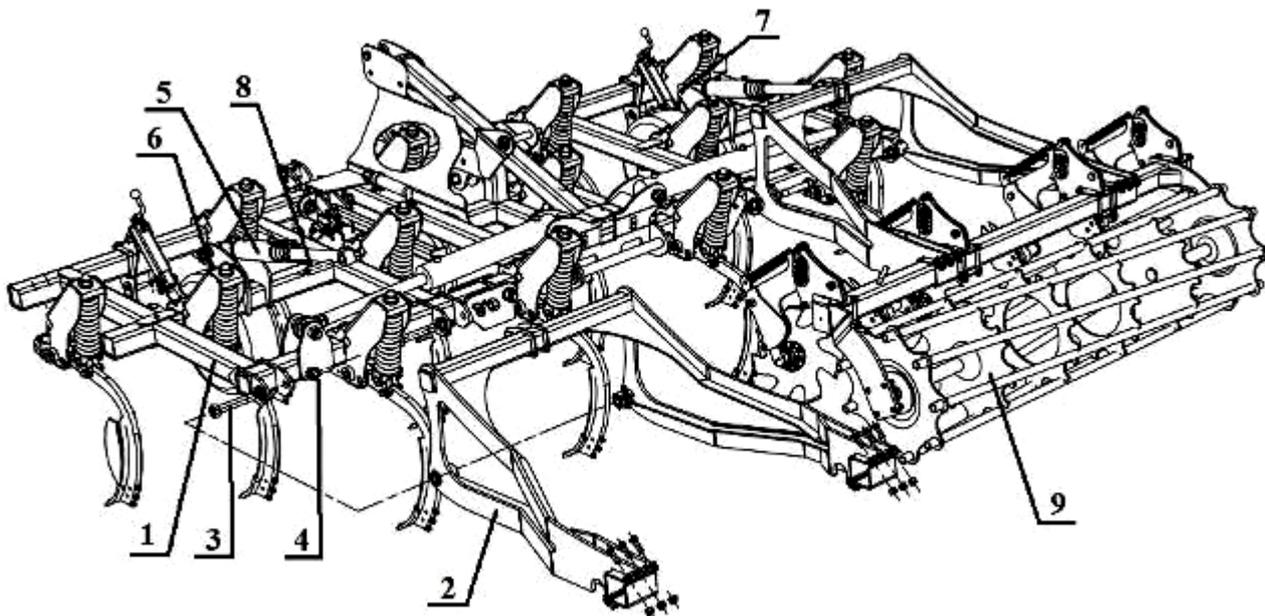

Рисунок 3.
- Смонтировать раму катков (2) (рис. 3) на центральной раме (1) при помощи крепёжных осей ($\varnothing 30 \times 175$ M30) (3), которые фиксируются гайками nylstop (4).
- Закрепить гидроцилиндр (5) на центральной раме (1) посредством крепёжной оси ($\varnothing 25 \times 155$ M24) (6), зафиксировав её гайкой nylstop (7), и на раме катков осью ($\varnothing 32 \times 130$) (8).
- Смонтировать катки (9) на раму катков (2) таким образом, чтобы внутреннее расстояние между кронштейнами катков в разложенном состоянии составляло 15 мм.